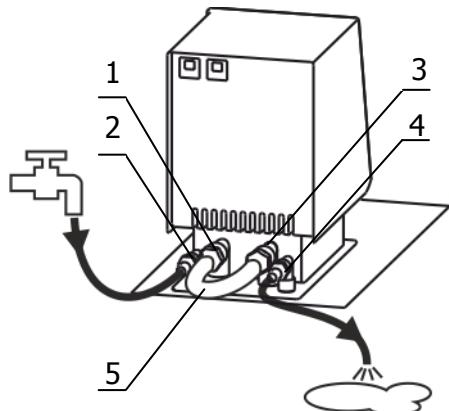

Рисунок 4 — Установка перемычки и подача воды
2.2.5 Соединить шлангом-перемычкой 5 (рисунок 4) из комплекта поставки термостата входной 1 и выходной 3 штуцеры насоса блока регулирования. Закрепить перемычку на штуцерах, используя хомуты из комплекта поставки термостата.
2.2.6 Для работы термостата при температурах теплоносителя, близких к окружающей температуре, может потребоваться дополнительное охлаждение с помощью встроенного теплообменника. В этом случае необходимо подключить термостат к водопроводной сети или специальному холодильному устройству при помощи шлангов, присоединенных к штуцерам теплообменника 2 и 4 (рисунок 4). Поток охлаждающей жидкости должен быть равномерным и, по возможности, небольшим. Дополнительное охлаждение не требуется, если температура теплоносителя выше температуры окружающей среды более чем на 15 °C.